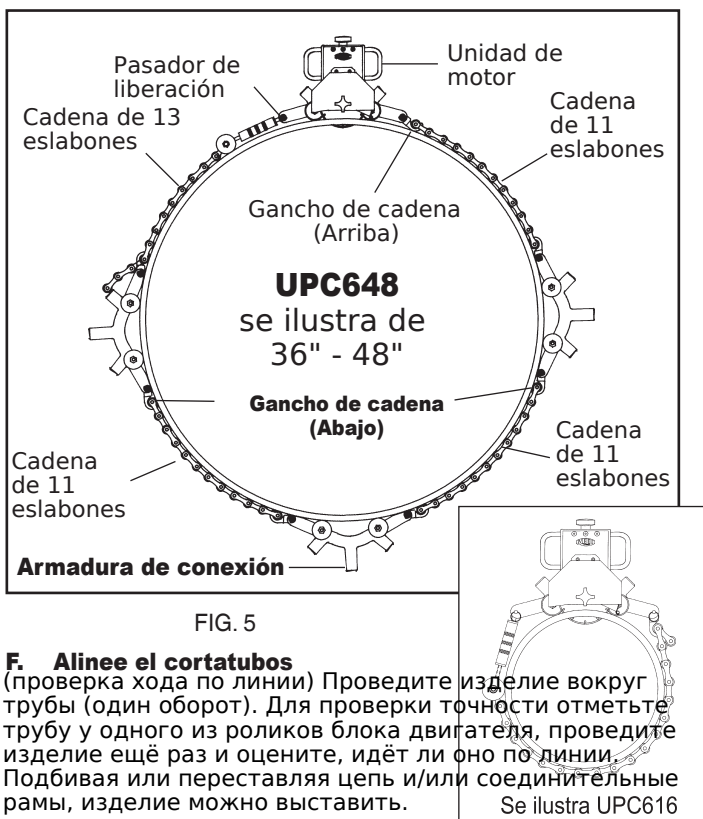

FIG. 5
3. Присоедините цепь на 13 звеньев с талрепом к блоку двигателя быстросъёмным пальцем. Выдвиньте талреп в крайнее наружное положение. (рис. 5)
6. Si se va a cortar tubo donde hay marcos de conexión y se requiere una cadena de 11 eslabones (UPC636 y UPC648), previamente conecte los ganchos de la cadena a las uniones de aluminio. Vuelva al paso 5, colocando las uniones de la cadena a la misma distancia del bloque del motor. (ver fig. 5)